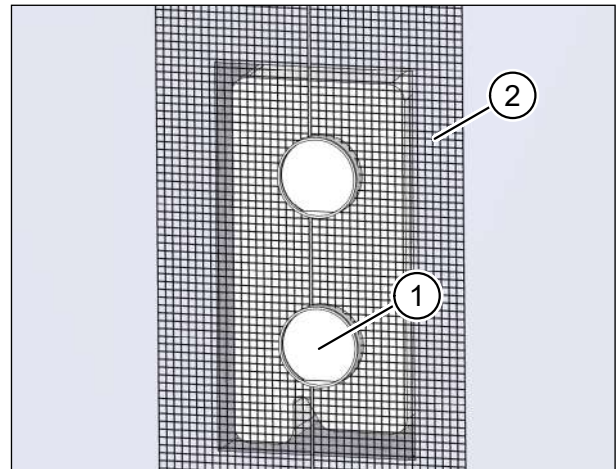
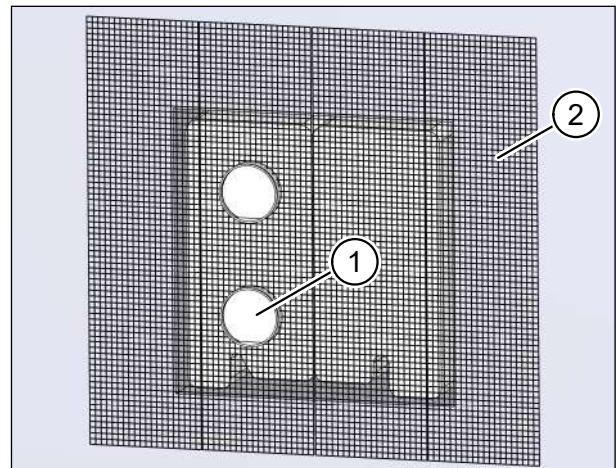

Abb. 21: Montageset **ohne** Füllstück einputzen
Abb. 22: Montageset **mit** Füllstück einputzen
- ▶ Setzen Sie die Putzschutzhülsen (Pos. 1 in Abb. 21 und Abb. 22) ein. Sie sollen soweit über die Außenwand herausragen, dass sie mit dem späteren Putzauftrag bündig abschließen. Die Putzschutzhülsen bilden die Beiputzfläche für den Außenputz.
- ▶ Bringen Sie das Putzgewebe (Pos. 2 in Abb. 21 und Abb. 22) außen auf Mauerkasten, Außenwand bzw. Fassadendämmung an.